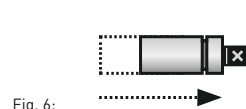

Fig. 6:
**UNA COMBUSTIONE LENTA È OTTENIBILE SPOSTANDO IL REGOLATORE DELL'ARIA NELLA DIREZIONE DI CHIUSURA DELL'ALIMENTAZIONE DELL'ARIA COMBURENTE (FIG. 6)**